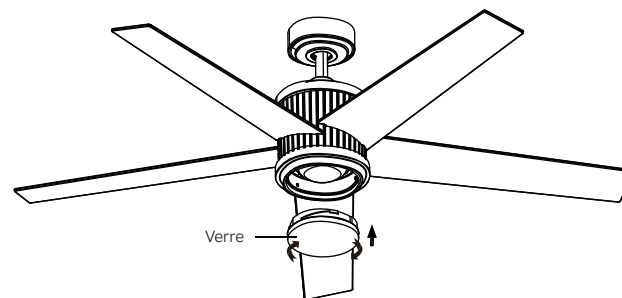

Fig. 21
Étape 3. Fixez le verre au boîtier de l'interrupteur en le tournant dans le sens des aiguilles d'une montre, tournez le verre progressivement jusqu'à ce qu'il s'enclenche sur le boîtier de l'interrupteur. Ne pas trop serrer. (Fig. 21)